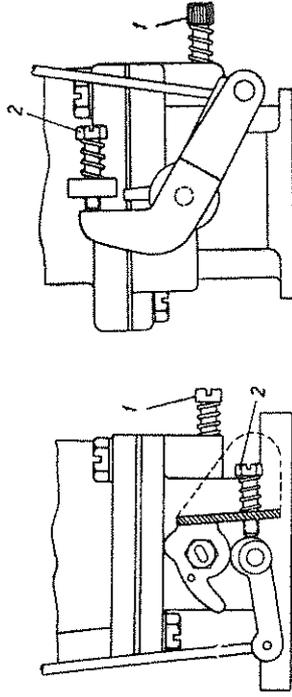

Abb. 18 Einstellschrauben:
4. Einstellen kleinerer Leerlaufdrehzahl. Diese Einstellung unbedingt am durchgewärmten Motor nach der Prüfung der Zündung vornehmen. Dabei zwei Schrauben benutzen: Schraube 2 (Abb. 18), die das Schließen der Drosselklappe begrenzt, zur Regelung der Gemischmenge und Einstellschraube 1 zur Gemischabänderung.